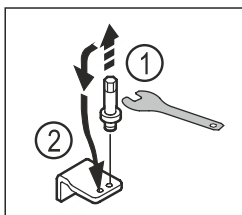

Fig. 13
- ▶ Svitare il perno del blocco inferiore di supporto con una chiave a esagono SW5. Fig. 13 (1)
- ▶ Inserire il perno sul lato opposto. Fig. 13 (2)